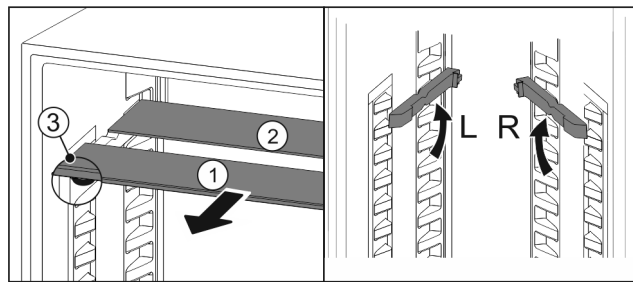

Fig. 94
- ▶ Skleněné desky jednotlivě vytáhněte dopředu Fig. 94 (1).
- ▷ Skleněná deska Fig. 94 (1) s ozdobnou lištou leží vpředu.
- ▷ Záračky Fig. 94 (3) směřují dolů.